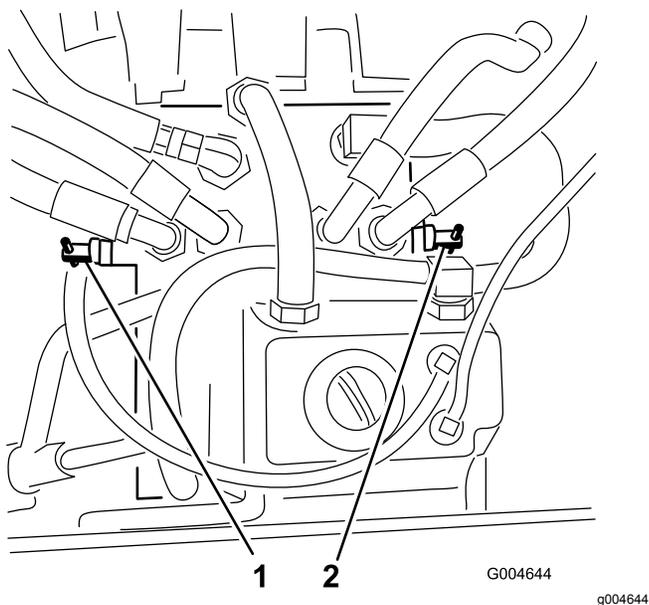

Figura 25
2. Localize as válvulas de derivação (Figura 25) e rode cada válvula no sentido contrário aos ponteiros do relógio uma volta.
4. Feche as válvulas rodando cada uma uma volta no sentido dos ponteiros do relógio (Figura 25).